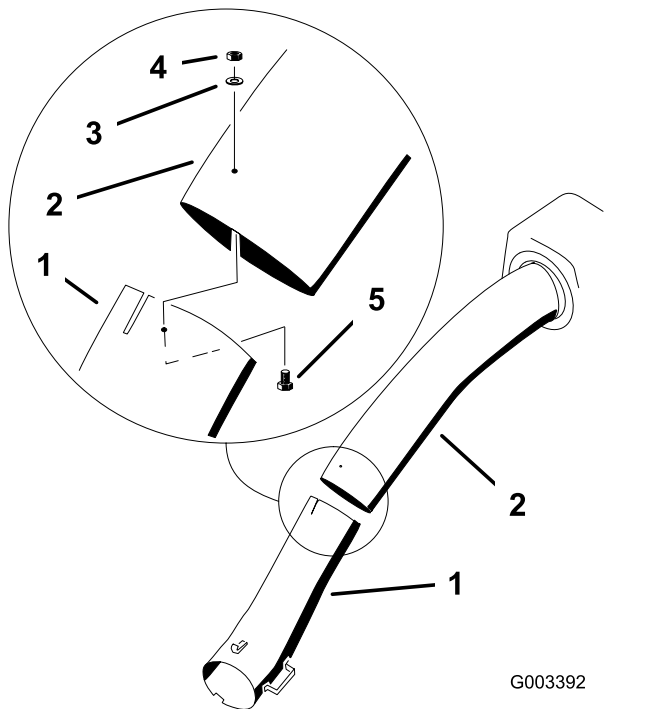

Figura 25
12. Una los tubos superior e inferior con 3 pernos (N° 10 x ¾"), 3 arandelas planas (7/32"), y 3 contratueras (N° 10), como se muestra en la Figura 25.